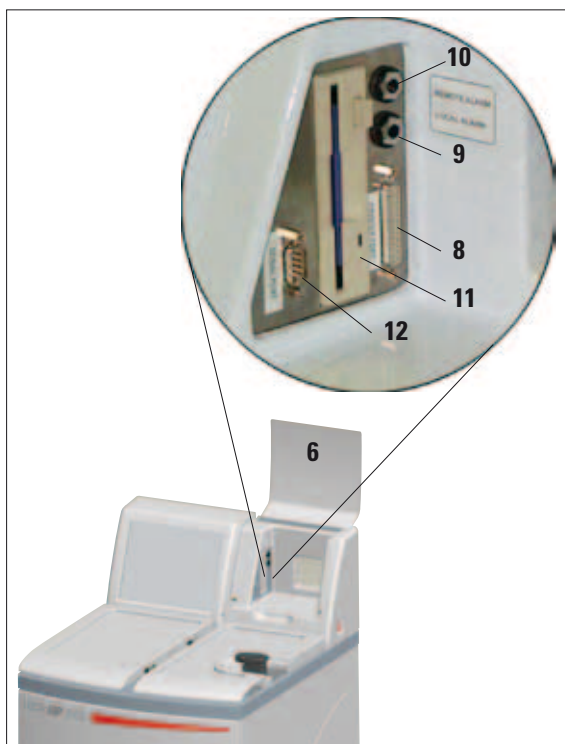

图 8
- 抬起仪器控制台的折盖 (6)。
- 使用标准并口电缆将打印机连接到控制台的打印端口 (8) (图 8)。
如有必要，使用提供的拾音插头 (34) (Ø 6.3 mm) 将本地和 / 或远程报警系统连接到仪器控制台的报警插孔 (图 8 中的 9、10)。